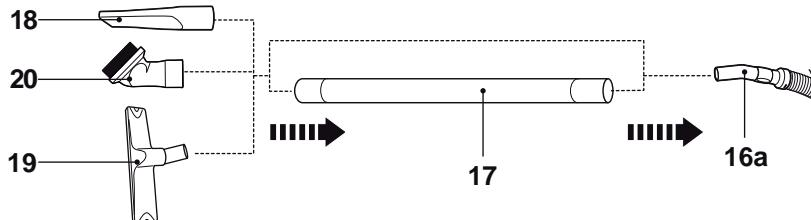

Fig. 16
- > Conecte o(s) tubo(s) de extensão (17) e/ou acessório (18, 19, 20) no manípulo da mangueira (16a), se necessário (Fig. 16).